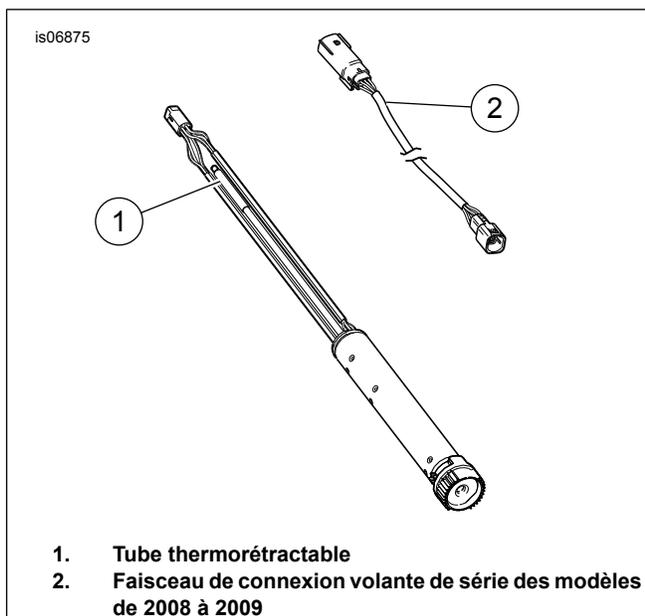

Figure 3. TGS et faisceau des modèles de 2008 et 2009
3. Voir la figure 3. Débrancher du TGS et du faisceau principal le faisceau de connexion volante du TGS. Éliminer le faisceau de connexion volante (2).